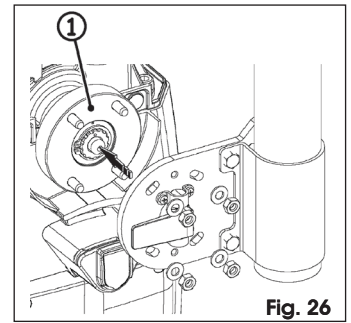

Fig. 26
3. Plaats het geheel op de meenemer, Fig. 26 ref. ①, en houd daarbij rekening met de in de afbeelding aangegeven oriëntatie in geval van een linkse sluiting.